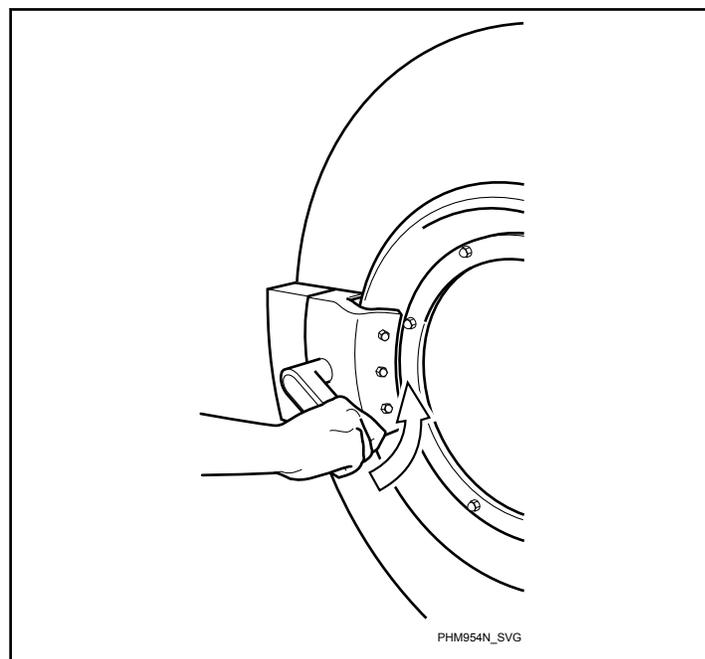

Figura 47
4. Cierre la puerta y gire el asa en sentido contrario a las agujas del reloj. Consulte la *Figura 47*.